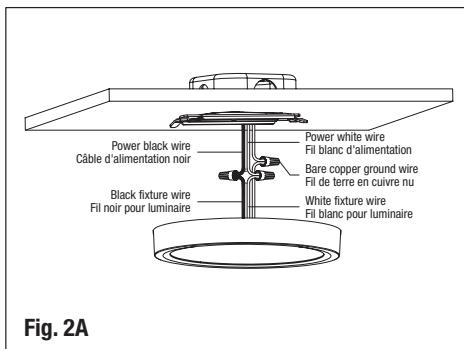

Fig. 2A
- Bring the luminaire near the junction box and make wiring electrical connections by unsing the provided wire nuts (Fig. 2A).
- Apporter le luminaire près de la boîte de jonction et faire les connexions électriques en utilisant des capuchons de connexion fournis (Fig. 2A).